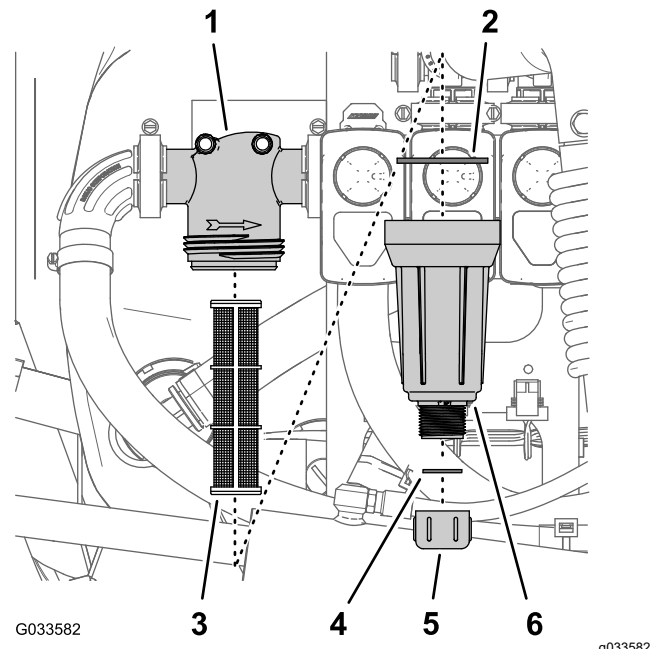

Figura 96
2. Amplasați o tavă de golire sub filtrul de presiune (Figura 96).
3. Rotiți capacul de golire în sens invers acelor de ceasornic și scoateți-l din vasul filtrului de presiune (Figura 96).
4. Rotiți vasul în sens invers acelor de ceasornic și îndepărtați capul filtrului (Figura 96).
5. Îndepărtați elementul filtrului de presiune (Figura 96).
7. Verificai dac există deteriorare i uzură la nivelul garniturii pentru buonul de golire (situat în interiorul vasului) i garniturii pentru vas (aflată în interiorul capului filtrului) (Figura 96).
8. Monta un nou element de filtrare de presiune la capul filtrului (Figura 96).
9. Monta vasul pe capul filtrului i strângei-l manual (Figura 96).
10. Monta capacul de golire pe fittingul din partea de jos a vasului i strângei capacul manual (Figura 96).